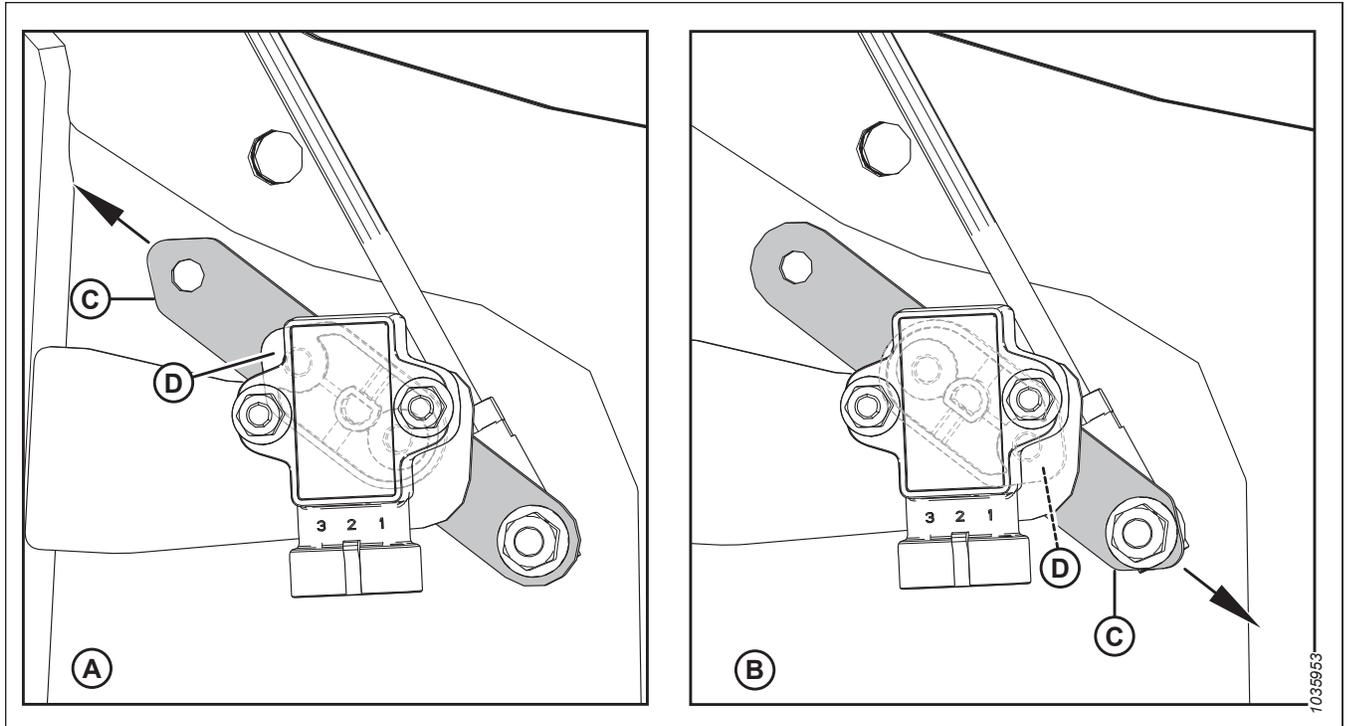

Figura 3.329: Configurazioni del braccio/puntatore del sensore
4. Verificare che il braccio (C) e l'indicatore (D) del sensore siano configurati correttamente per la macchina in uso; vedere la Figura 3.329, pagina 225.